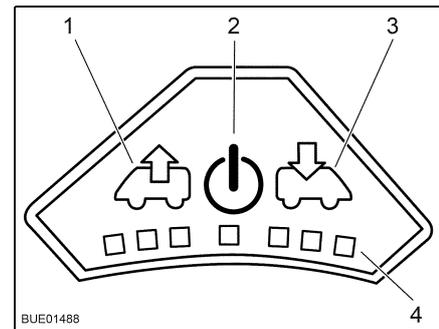

Bild 120 Bedienfeld des Ventilators
- Einschalten:** ■ Taste Ein/Aus (Bild 120,2) drücken. Der Ventilator läuft im Komfortmodus (Entlüften mit niedrigster Ventilator-drehzahl).
- Um die Ventilator Drehzahl zu erhöhen: Taste Entlüften (Bild 120,1) drücken. Die Ventilator Drehzahl in Entlüftungsrichtung nimmt um eine Stufe zu. LEDs (Bild 120,4) zeigen die Schaltstufen an.
- Um die Ventilator Drehzahl zu verringern: Taste Belüften (Bild 120,3) drücken. Die Ventilator Drehzahl nimmt um eine Stufe ab.
- Um die Ventilator Drehzahl zu erhöhen: Taste Belüften (Bild 120,3) drücken. Die Ventilator Drehzahl in Belüftungsrichtung nimmt um eine Stufe zu. LEDs (Bild 120,4) zeigen die Schaltstufen an.
- Um die Ventilator Drehzahl zu verringern: Taste Entlüften (Bild 120,1) drücken. Die Ventilator Drehzahl nimmt um eine Stufe ab.
- Taste Ein/Aus (Bild 120,2) drücken. Der Ventilator stoppt, die LEDs erlöschen.